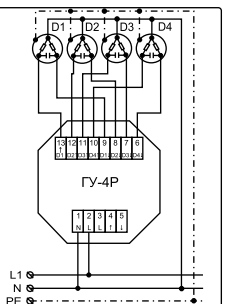

Рисунок 1. Типовая схема подключения ГУ-4.Р
- Ознакомиться со стандартной схемой подключения (см. рис. 1).
- Подключить синие (голубые) провода электроприводов («нейтраль») к «нейтрале» питающей сети с помощью клеммных соединителей (см. рис. 1).
- Подключить коричневые и черные провода электроприводов (направления) к контактам 10, 11, 12, 13 и 6, 7, 8, 9 устройства (см. рис. 1).
- Подключить желто-зеленые провода электроприводов (защитное заземление) к проводу заземления сети с помощью клеммных соединителей (см. рис. 1).